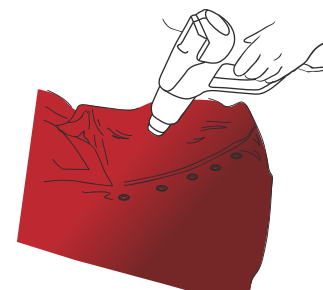

Figure 20
- › Puis chauffer à nouveau chaque rivet à 80 °C - 90 °C. (FIG. 20)